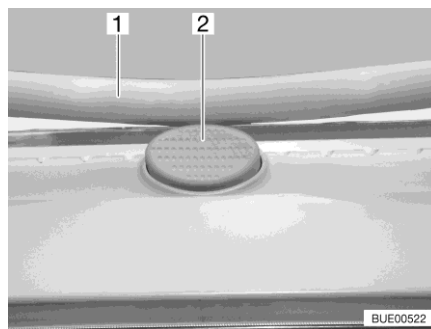

Bild 80 Låsknapp (Heki-taklucka)
- Tryck på låsknappen (Bild 80,2) och dra ner bygeln (Bild 80,1) med båda händerna.
- Tryck bygeln uppåt med båda händerna tills bygeln ligger ovanför låsknappen (Bild 80,2).
- Tryck på låsknappen (Bild 80,2) och dra ner bygel (Bild 80,1) med båda händerna.